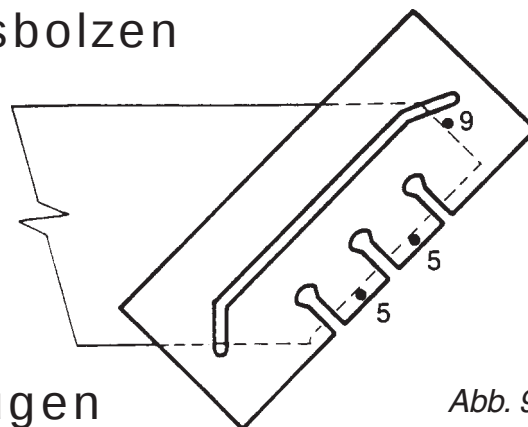

Abb. 9
3. Frässhablone gemäss Abb. 9 auf der Arbeitsplatte positionieren.